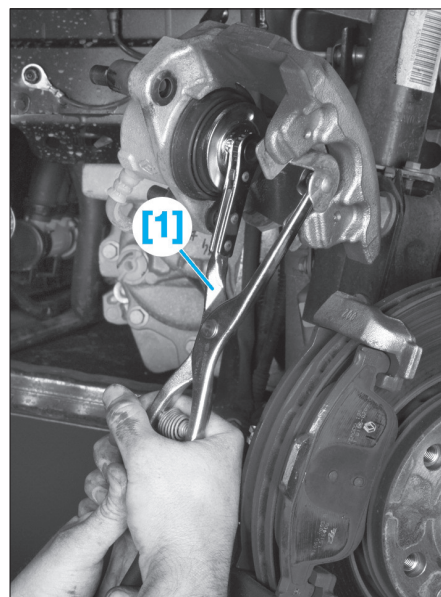

FIG. 5
- A l'aide d'une pince approprié [1], repousser le piston à fond dans son logement (Fig.5).